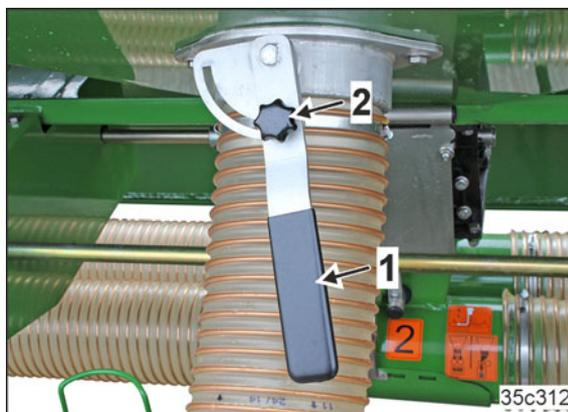

Рис. 56
2. Удерживая рычаг (Рис. 56/1), открутите болт с накатной головкой (Рис. 56/2).
7. Зафиксируйте рычаг (Рис. 56/1) болтом с накатной головкой (Рис. 56/2).